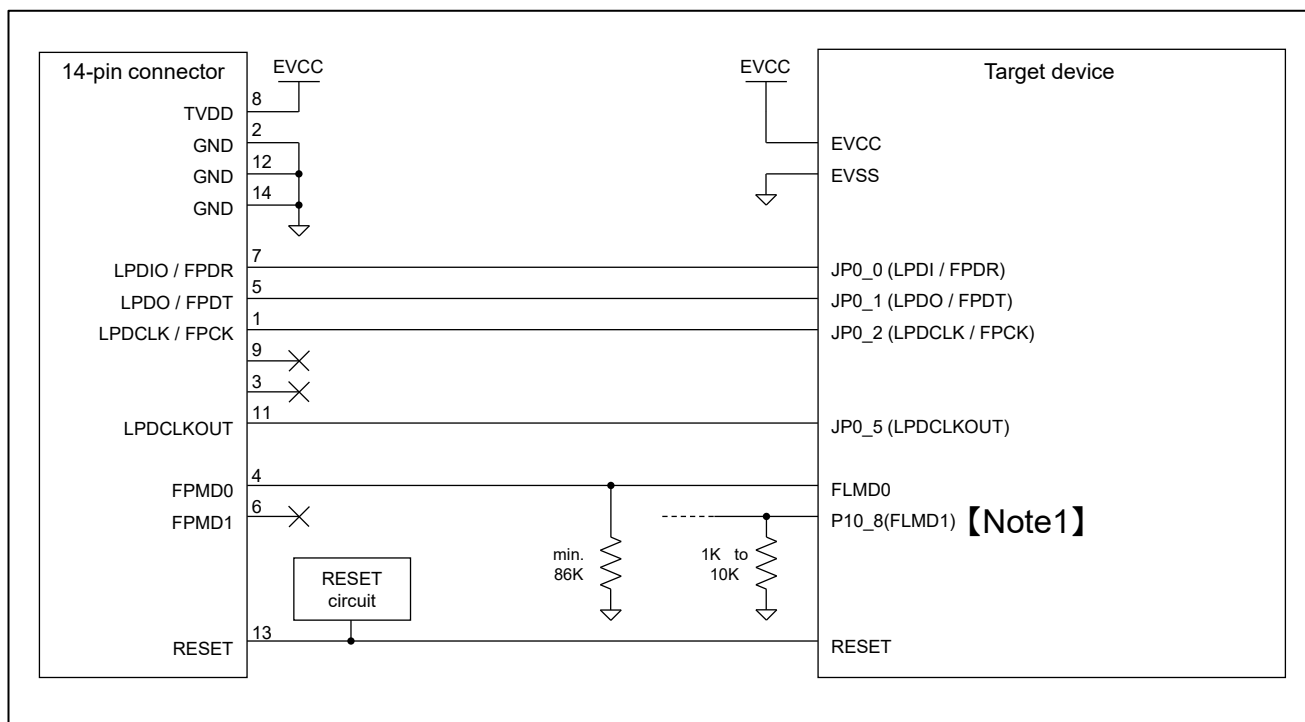

図 2-4 接続例
デバッグ（LPD4pin）とプログラミング（1wireUART または 2wireUART）の両方	図 2-4
- 【Note2】JP0_0のプルアップ処理は、LPD1pinを使用する際にのみ必要です。LPD1pinを使用する予定がない場合は、図 2-4に従ってください。
(3) デバッグ (LPD1pin) とプログラミング (1wireUART) の両方が可能な接続方法